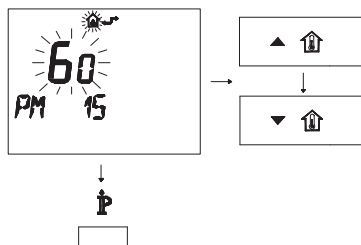

Figura 5.42
- Modificare il SET programmato agendo sui pulsanti  o  fino a visualizzare un **set di 60**, aspettare che il numero programmato cominci a lampeggiare (Figura 5.42).